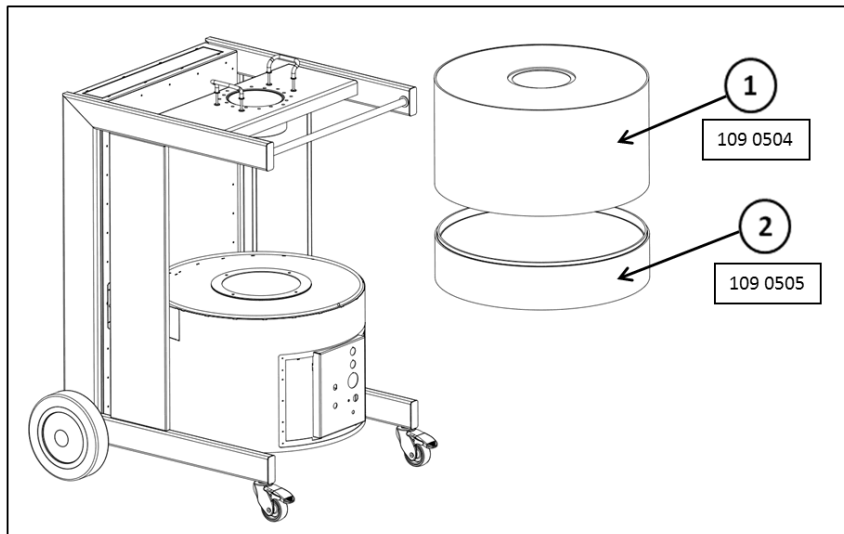

Figure1, Type de filtre pour MaxiFil avec filtre à charbon actif
- L'ordre de positionnement des éléments de filtre est décrit figure 1